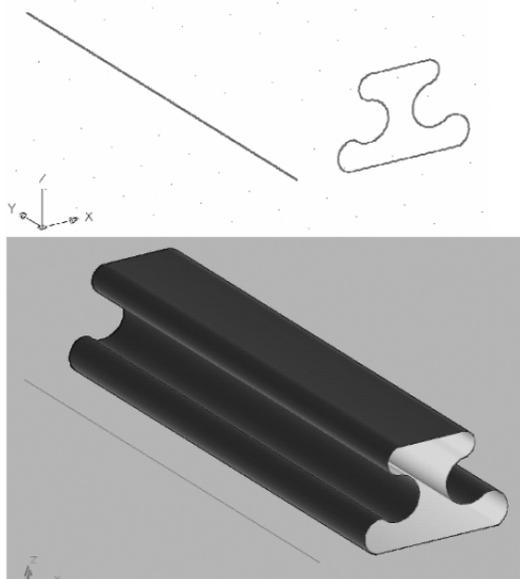

Рис. 7.7. Исходные объекты для сдвига и поверхностная модель рельса
- с помощью инструмента **Poliline** (Полилиния) постройте тавровый профиль, как показано на рис.7.7,
4. Сохраните файл. Результат построений в виде поверхностной модели рельса представлен на рис. 7.7, внизу, в режиме отображения Conceptual (Концептуальный).